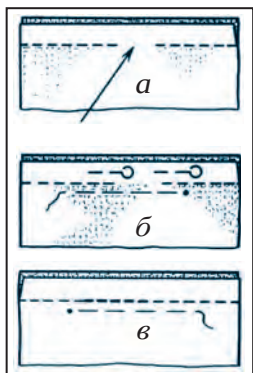

Рис. 63. Шитьё распоротого шва.
Работа проводится в следующем порядке (рис. 63):
1. Нитки вытаскиваются с ремонтируемого места, и оно гладится утюгом (рис. 63, а).
2. Распоротое место прикалывается булавкой и прошивается крупными стёжками вручную (рис. 63, б).
3. Распоротое место прошивается вручную обратным швом в ряду машинного шва (рис. 63, в).